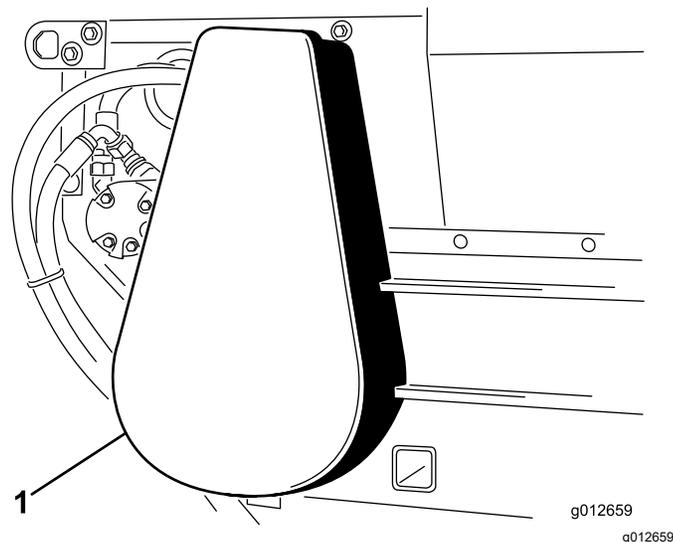

Figura 23
2. Retire a cobertura da corrente (Figura 23).
6. Instale a cobertura da corrente (Figura 23).